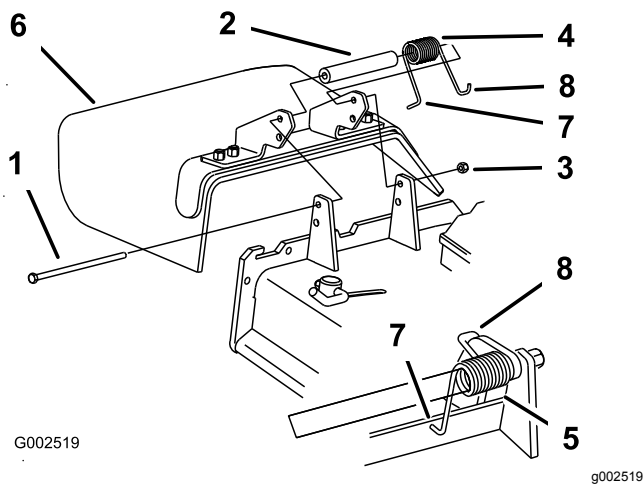

**Figura 99**
1. Utilice una lima para afilar el filo de corte en ambos extremos de la cuchilla (Figura 99).